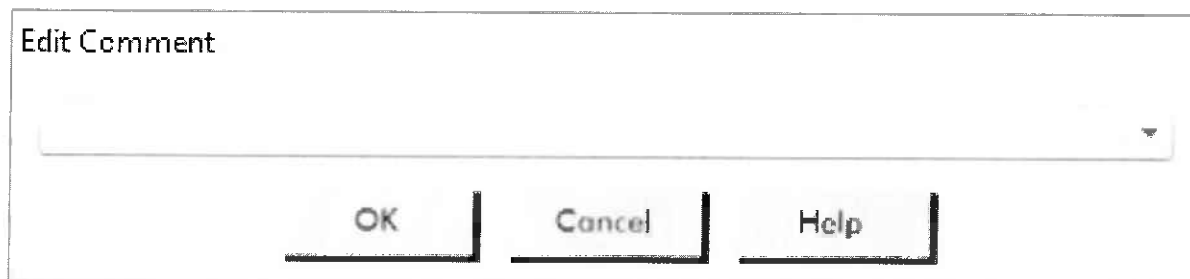

Figura 12: Casella per l'inserimento di testo per l'impostazione di un nuovo commento
3. Nella scheda **Ore** (Figura 12), reimpostare gli orari di sonno e veglia del paziente sulla mezz'ora successiva spostando gli appositi cursori verso destra o sinistra. I nuovi orari vengono visualizzati sull'orologio; la porzione nera rappresenta l'orario di sonno e la bianca l'orario di veglia. L'orario viene visualizzato nel formato a ventiquattro ore (le 12:00 corrispondono a mezzogiorno, le 18:00 alle 6 del pomeriggio e le 24:00 a mezzanotte).